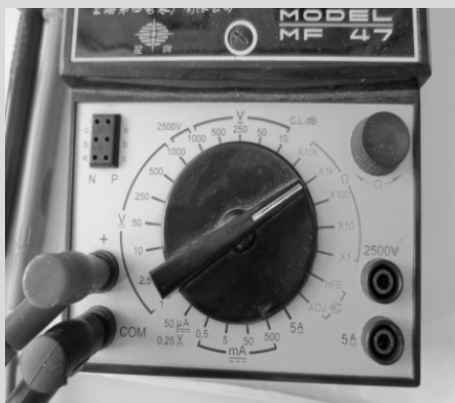

图 1-24 选挡
(2) 选挡。将选择开关置于 R×1k 挡,如图 1-24 所示。